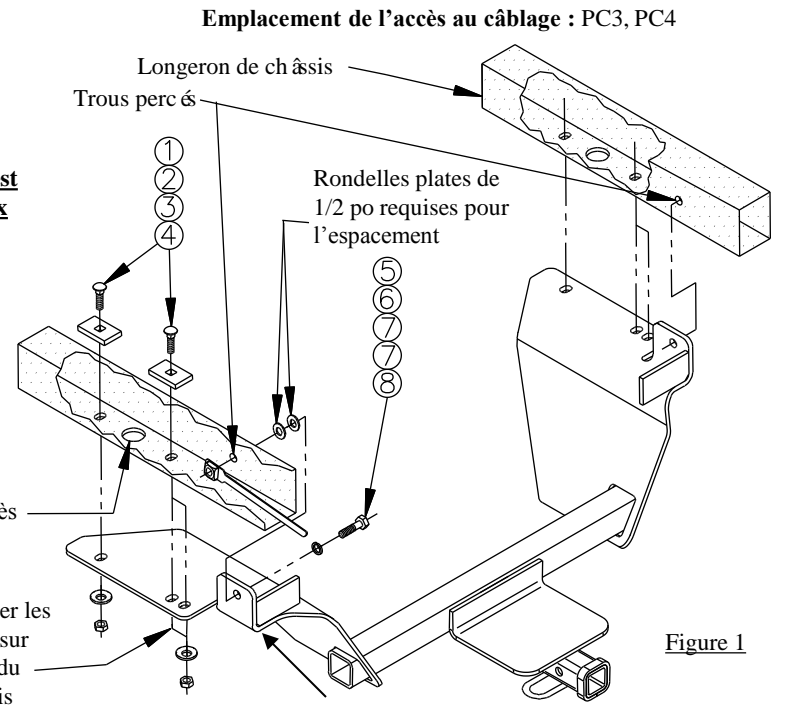

Figure 1
①	Qté (4)	Boulon de carrosserie 1/2-13 x 1-1/4 po Gr.5	⑤	Qté (2)	Boulon hexagonal 1/2-13 x 1-1/4 po Gr.5
②	Qté (4)	Espaceur 1/4 x 1-1/2 x 2 po	⑥	Qté (2)	Rondelle frein 1/2 po
③	Qté (4)	Rondelle conique dentée	⑦	Qté (4)	Rondelle plate 1/2 po
④	Qté (4)	Écrou hexagonal 1/2 po	⑧	Qté (2)	Assemblage écrou de levier
1. Détacher les (5) crochets de suspension en caoutchouc du tuyau d'échappement et abaisser la partie arrière du système d'échappement.
2. Insérer les boulons de carrosserie, accompagnés des espaceurs, à travers les trous d'accès des longerons de châssis, comme indiqué à la figure 1.
4. Soulever l'attelage en position et le fixer avec les boulons de carrosserie, comme illustré à la figure 1. Utiliser les trous de montage de l'attelage qui s'alignent sur les trous du châssis du véhicule.